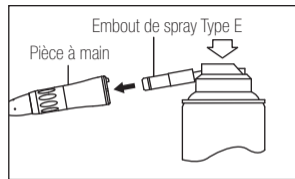

Fig. 6
- 3) Insérez le PANA SPRAY Plus à l'arrière de la pièce à main. Tenez l'instrument et pulvérisez pendant environ 2-3 secondes. Vaporisez du lubrifiant jusqu'à ce qu'il en ressorte de la tête de la pièce à main pendant au moins 2 secondes. (Fig.6)